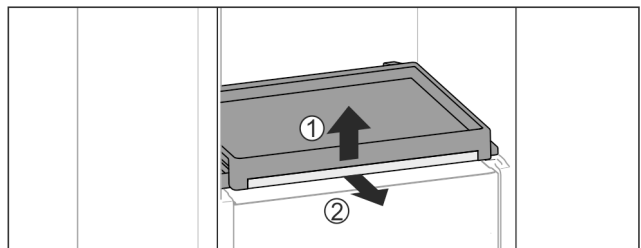

Fig. 49
- ▶ Извадете изтеглящата се дъска със стъклената плоча: Повдигнете леко отпред стъклената плоча Fig. 49 (1) и я изтеглете напред Fig. 49 (2).